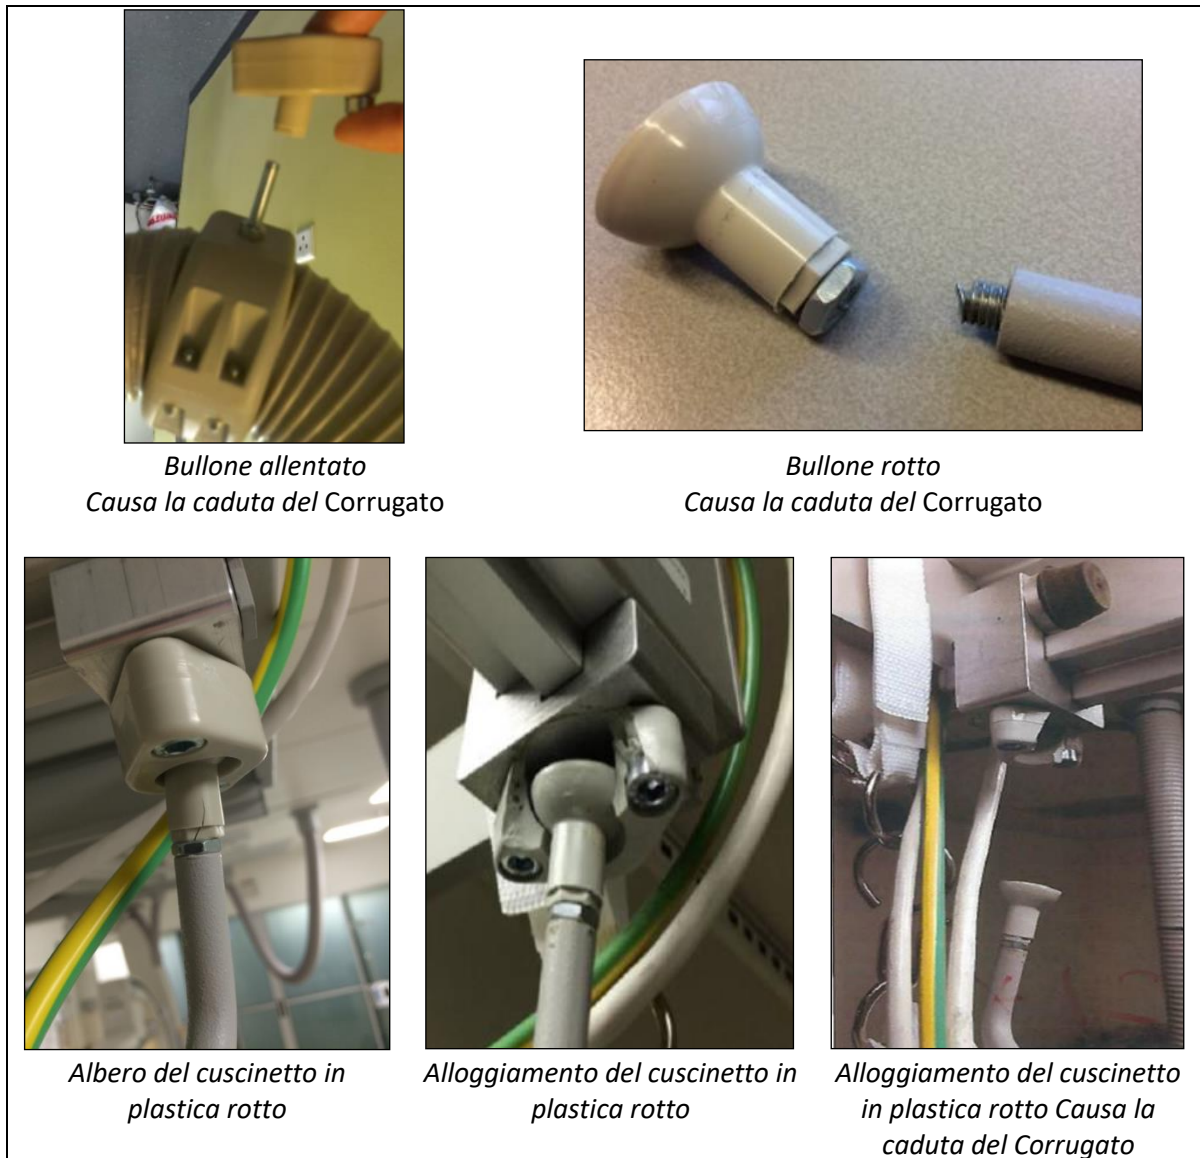

Figura 2: esempi di bulloni e componenti in plastica allentati e rotti
- d. Se si notano bulloni e/o componenti in plastica dei supporti del Corrugato allentati o rotti (vedere la Figura 2), contattare immediatamente l'organizzazione locale di Philips.